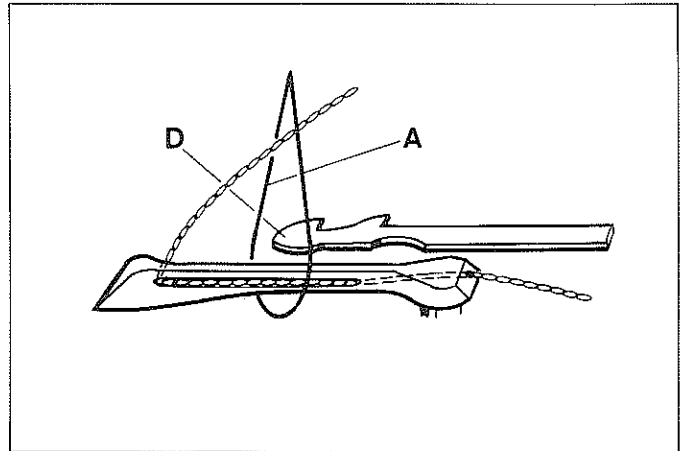

Fig. 44
6. Slowly extend the thread trimmer mechanism by manually pressing on piston rod of the air cylinder. Watch to see if the tips of the lower knives (D, Fig. 44) enter the needle thread loops (A) lying around the loopers.
6. Fahren Sie langsam den Fadenabschneidermechanismus aus, indem Sie mit der Hand gegen die Kolbenstange des Luftzylinders drücken. Beobachten Sie, ob die Spitzen der Untermesser (D, Fig. 44) in die um die Greifer liegenden Nadelfadenschlingen (A) einfahren.